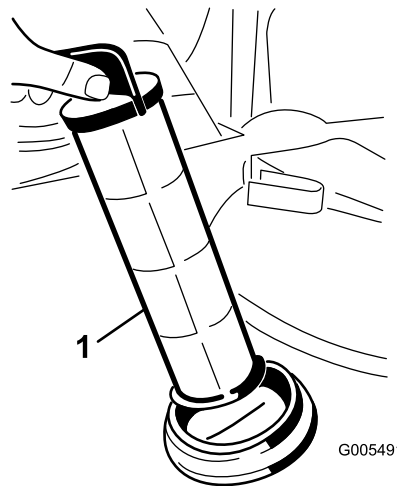

Figura 57
4. Retire el filtro de aspiración del orificio (Figura 57).